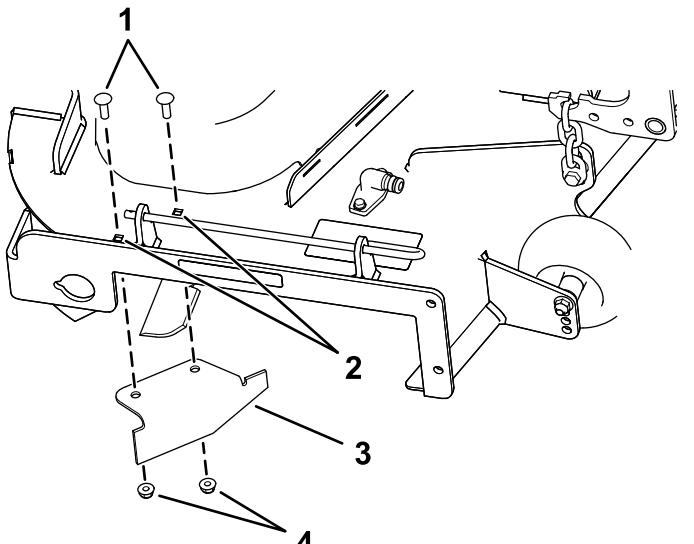

Figure 15
- Localisez le déflecteur d'ouverture dans le sachet des pièces détachées et retirez les fixations des trous arrière de la plaque d'éjection (Figure 15).